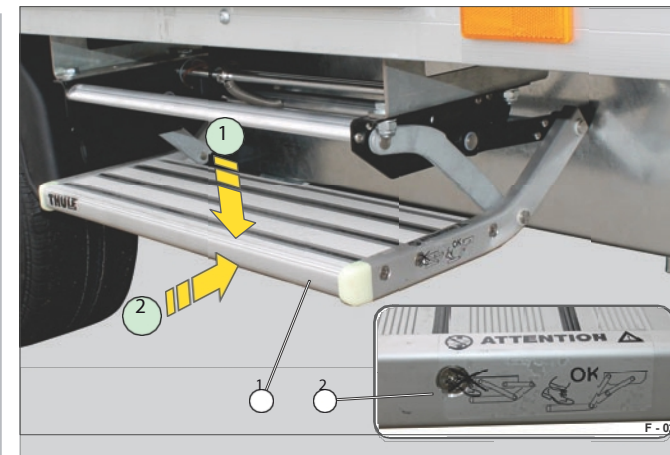

Fig. 20 Escadas em posição de deslocação
- Pressionar o degrau (Fig. 20/1) para baixo com o pé (passo 1).
- Observar o autocolante de aviso (Fig. 20/2) no degrau.